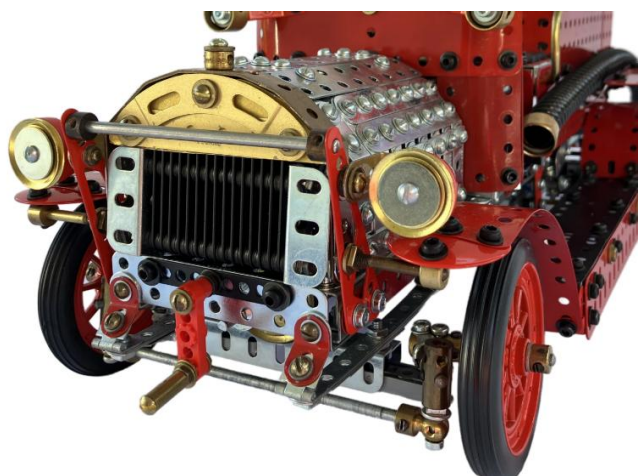

Abb. 29: Frontpartie mit Kühlergrill
Streifen in Kombination mit einem 3“-Bogenstreifen ausgefüllt ist, alles in originaler Goldoptik, und von einem Stelling gekrönt wird, der den Kühlerdeckel darstellt. (Abb. 29)
• Das „Kappe“-Endstück des Meccano Space 2501 Raketenmotors (487) ähnelt in seiner Form verblüffend den Messing-Scheinwerfern des N-Typs und hat den perfekten Maßstab. Ihre rote Farbe passt natürlich nicht zum Messing, aber gut zum Charakter des Feuerwehrautos. Moderne, *braced asymmetric triangular flat girders* (C472) geben die Halterungen der Scheinwerfer, die Frontschutzbügel und die vorderen Kotflügel originalgetreu wieder. Die Kotflügel sind mit 1½“- *Semi-Circular Plates* (C623) sauber verarbeitet. (Abb. 29 und 30)